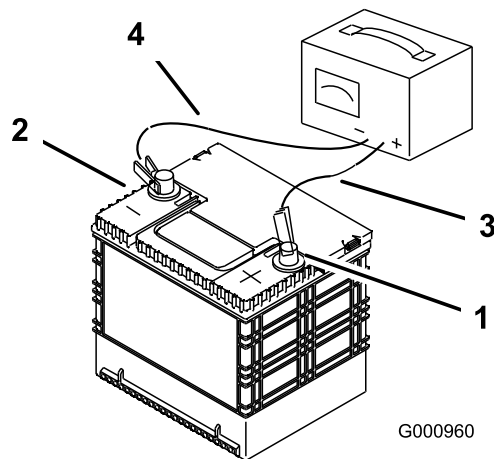

Figura 69
- Quando la batteria è completamente carica, staccate il caricabatterie dalla presa elettrica e scollegate i cavi di ricarica dai poli della batteria (Figura 69).